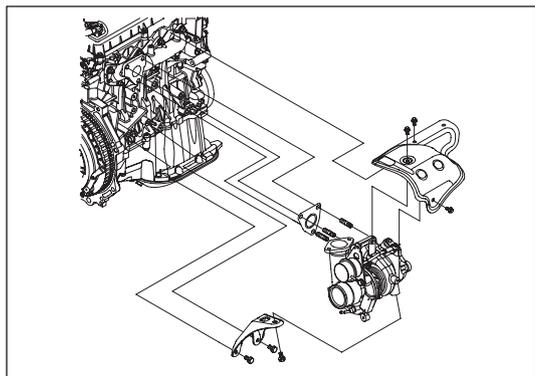

Рис. 7-2-12. Установка термозащитного экрана турбонагнетателя и кронштейна крепления турбонагнетателя
- (10) Установить термозащитный экран турбонагнетателя и закрепить его с помощью трех фланцевых болтов М6×12, как показано на рис. 7-2-12.
- (11) Закрепить кронштейн крепления турбонагнетателя на самом турбонагнетателе и корпусе блока цилиндров с помощью трех фланцевых болтов М8×16 с плоскими прокладками, как показано на рис. 7-2-12. Затянуть болты с соблюдением момента затяжки.